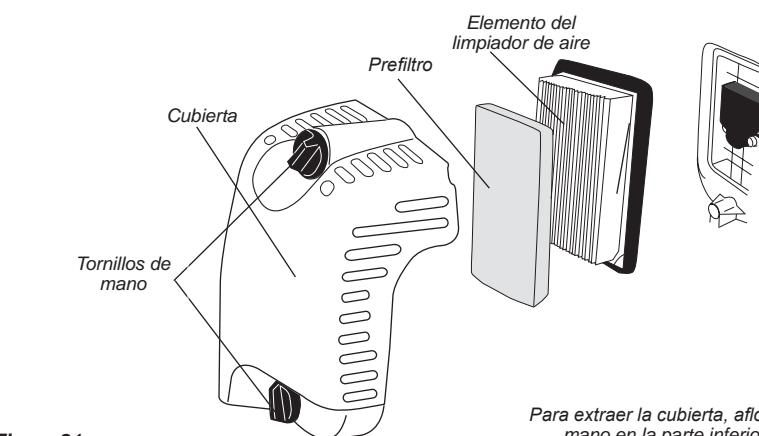

Figura 21
1. Extraiga la cubierta del limpiador de aire aflojando el tornillo de mano y levante. Consulte la Figura 21.